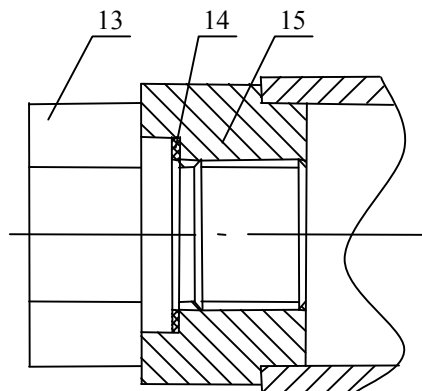

Рис. 3. Узел очистки ТФ-А1.
Узел очистки показан на рис. 3. Он состоит из: пробки 13, прокладки 14 и гайки 15.
5. Демонтированная форсунка ТФ-А1 разбирается, прочищается ее распылитель. Демонтируется пробка 13 в узле очистки (см. рис. 3) и прочищается ствол. Затем форсунка ТФ-А1 собирается, а выходное отверстие узла подвода жидкого топлива закрывается (заклушивается) во избежание попадания посторонних частиц в форсунку ТФ-А1.